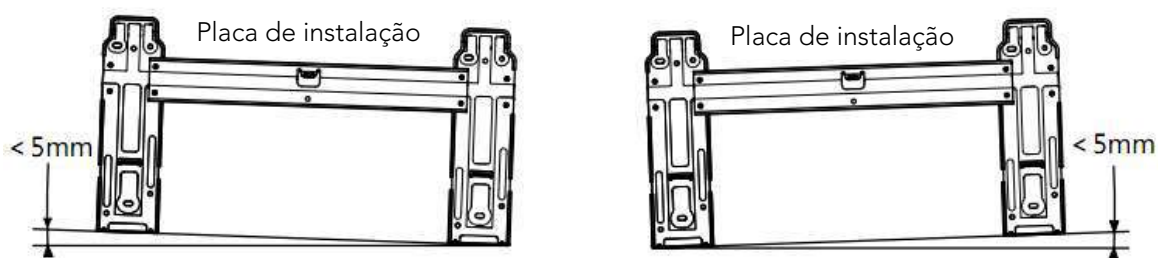

Fig 4
- Retire a placa metálica de instalação da unidade interior. Ajuste a placa de instalação na posição horizontal. A diferença de altura entre os lados esquerdo e direito da placa de instalação deve ser inferior a 5 mm. (Fig.4)